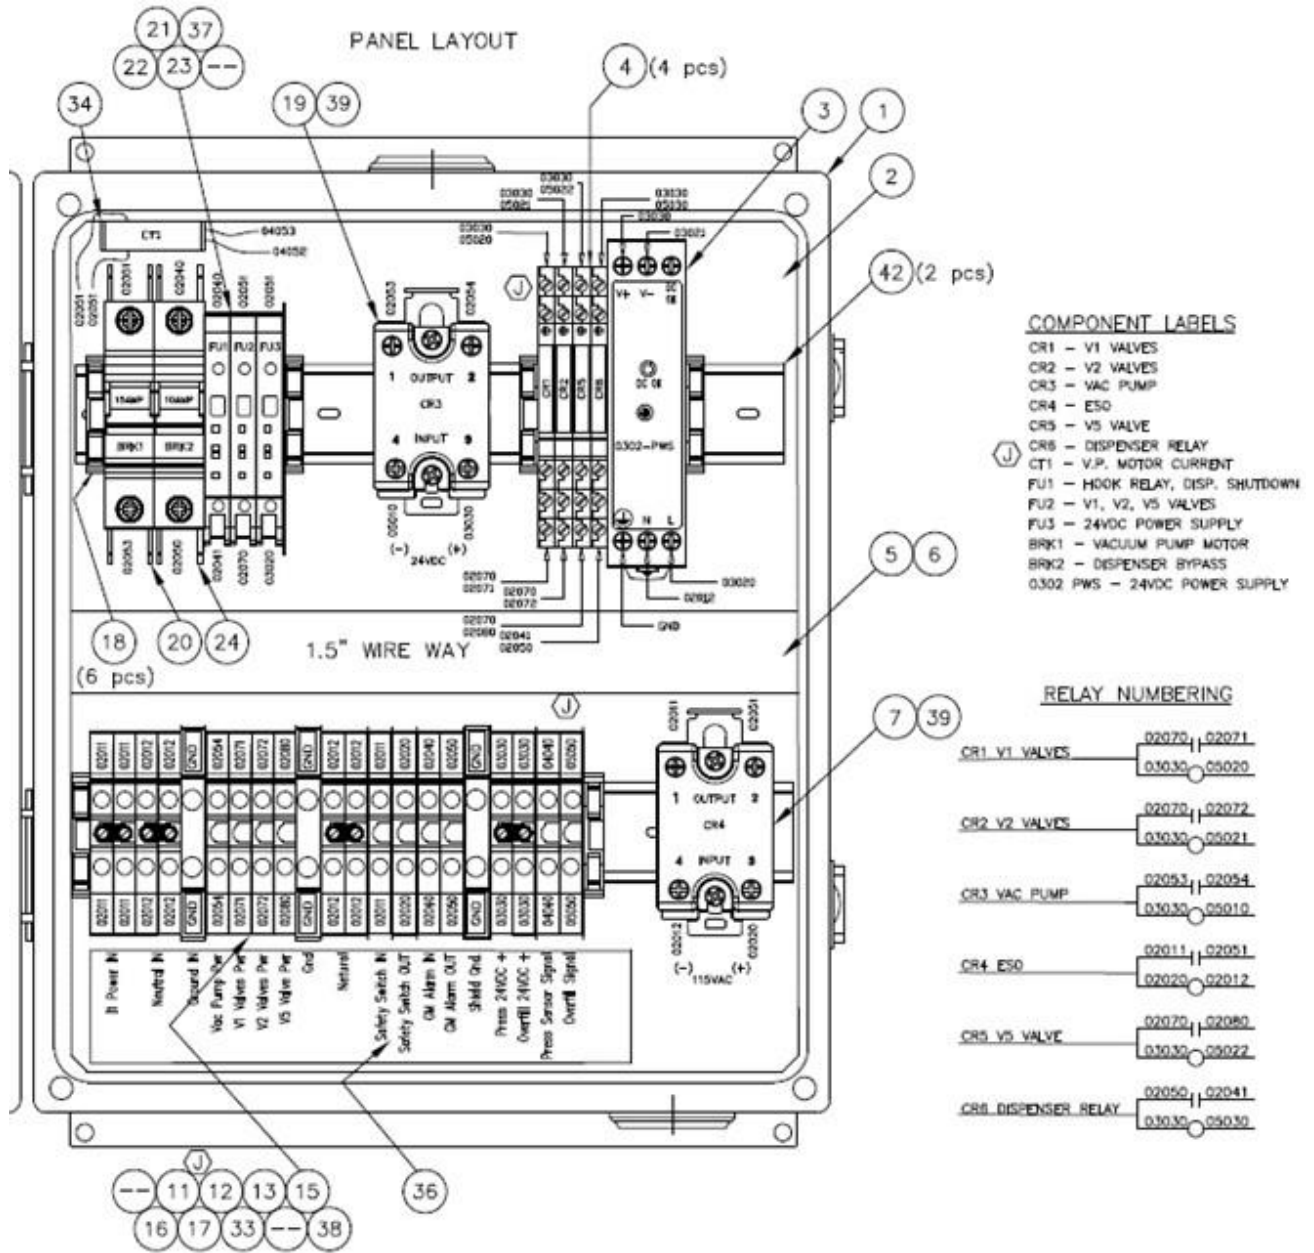
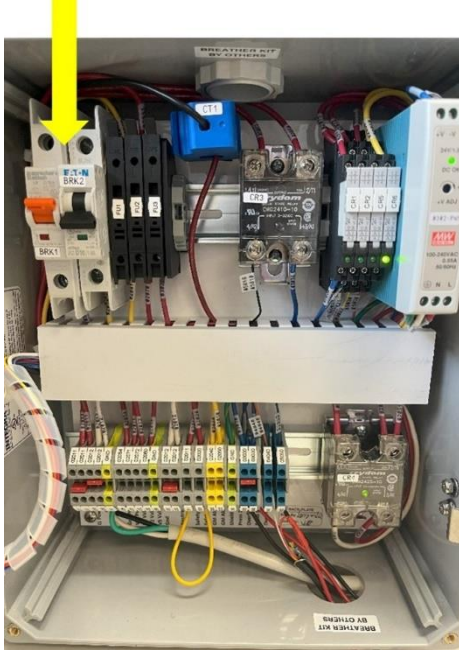
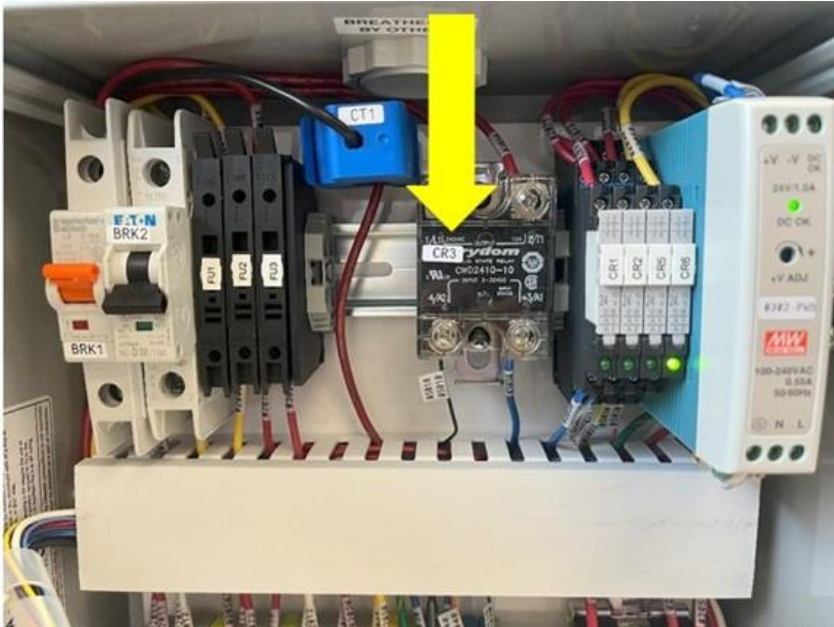

Figura 9-2: Panel de control VST, dentro de la cubierta frontal Piezas de repuesto del panel
Figura 9-3: Bomba de vacío BRK1
Figura 9-4: Relé de estado sólido de la bomba de vacío
- Ver la figura 9-2
4. Encuentre el disyuntor del motor de la bomba de vacío (**Vea la Figura 9-2, elemento n.º 20**) y tome nota de los números y ubicaciones de los cables. **Vea la Figura 9-3.**
- **Vea la figura 9-3.**
Vea la Figura 9-3.
4. Encuentre el relé de estado sólido de la bomba de vacío (vea la **Figura 9-2, elemento n.º 19**) y tome nota de los números y ubicaciones de los cables. **Vea la Figura 9-4.**
5. Utilice un destornillador para retirar los cuatro cables. **Vea la Figura 9-4.**
- **Vea la figura 9-4.**
3. Vuelva a instalar los cables en los contactos correspondientes. Los cables de VDC inferiores deben instalarse como se muestra en la **Figura 9-4** debido a la polaridad.